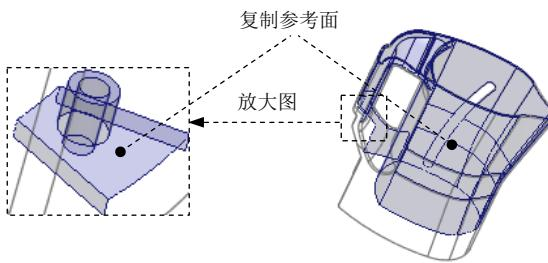
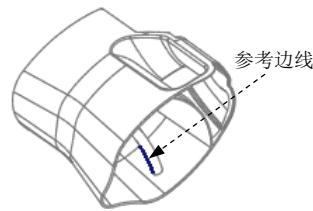

图 17.4 复制面
图 17.5 填充破孔边
(1) 选取图 17.4 中的模型内表面为复制参考面（建议读者参考随书光盘中的视频录像选取）。
(2) 单击 **模具** 功能选项卡 **操作** ▾ 区域中的“复制”按钮 .
(3) 单击 **模具** 功能选项卡 **操作** ▾ 区域中的“粘贴”按钮 。系统弹出 **曲面：复制** 操控板。
(4) 填补复制曲面上的破孔。在操控板中单击 **选项** 按钮，在“选项”界面选中 **排除曲面并填充孔** 单选项，在 **填充孔/曲面** 区域中单击“单击此处添加项”，在系统的提示下，选取图 17.5 所示的边线为参考边线。
(5) 在“曲面：复制”操控板中单击 按钮。